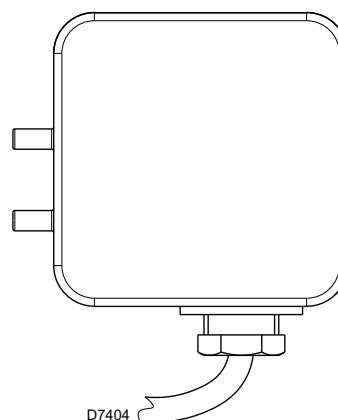

Fig. 20
- Régler le pressostat d'air (Fig. 20) en début d'échelle.
Effectuer le réglage du pressostat air (Fig. 20) après avoir effectué tous les autres réglages du brûleur avec le pressostat air réglé en début d'échelle.